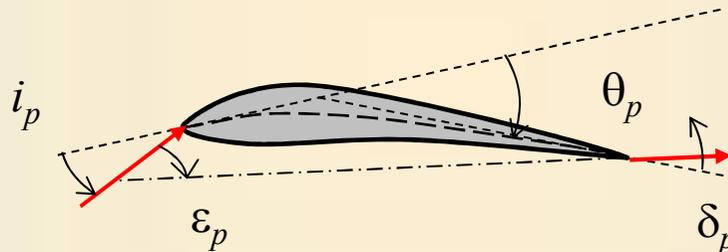

Fig. 2.3
- El signo de la incidencia, con el criterio universal de signos adoptado, depende de la configuración del escalón, véase las Fig. 2.1 y 2.1bis. Como la incidencia influye en los resultados del ensayo de una forma conocida y es distinta si la corriente incide del lado del intradós que si del extradós, independientemente del uso que se de a la hilera, en los ensayos de hileras se toma otro criterio de signos. Se define la incidencia del perfil  $i_p > 0$  cuando la corriente viene del lado cóncavo (intradós) y negativa, si viene del lado convexo (extradós), Fig. 2.3.
- La desviación del perfil  $\delta_p$  se mide con igual sentido de giro, positiva en el sentido esperado, el de reducción de la deflexión impuesta por la geometría del perfil  $\theta_p$ , de intradós a extradós mirando corriente abajo, véase la Fig. 2.3.
- Análogamente, la deflexión de la corriente  $\varepsilon_p$  se define positiva en el sentido esperado, en igual sentido que la deflexión geométrica del perfil  $\theta_p$ , Fig. 2.3.